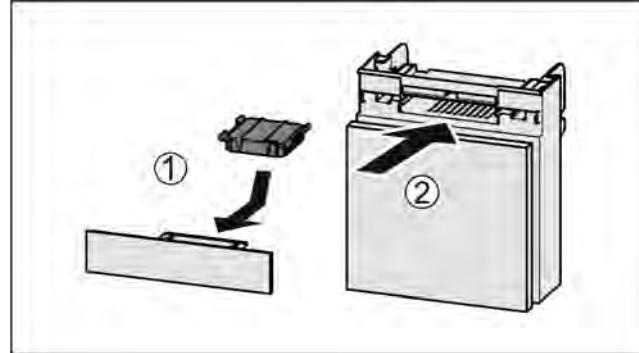

Fig. 55
► Установите фильтр с активированным углем, как показано на рисунке Fig. 55 (1).
► Вставьте отделение Fig. 55 (2).